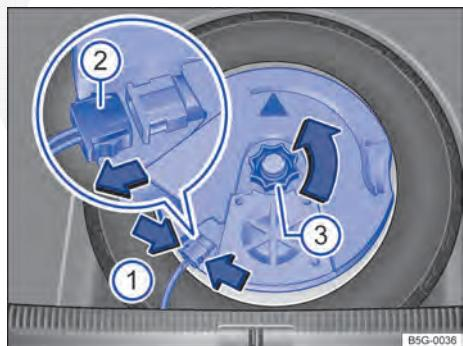

Fig. 213 No compartimento de bagagem: remover o subwoofer (variante 1).
- Para destravar o conector → Fig. 213 ②, comprimir as linguetas → Fig. 213 (setas ①).
- Puxar o conector ② e colocar de lado o condutor elétrico removido.
- Desparafusar o manípulo ③ no sentido da seta.
- Inserir o conector ⇒ Fig. 213 ② até que ele se trave de maneira audível.
- Girar o manípulo ③ no pino rosqueável no sentido contrário da seta até que o subwoofer fique preso com segurança.